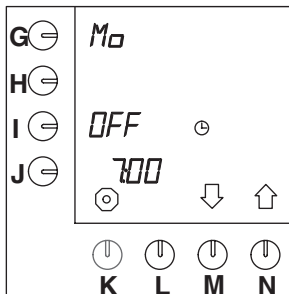

Fig. 43 Forhåndsvarming av beholder
- På displayet vises OFF ved siden av programmeringstasten (I.) (fig.43).